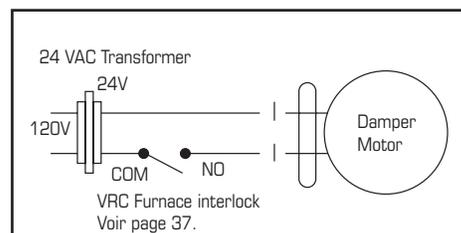

Figure 1
**Si le VRC est installé de telle sorte que le propriétaire peut désactiver le VRC au cours de l'hiver, nous vous recommandons d'installer un volet motorisé entre l'apport d'air du VRC et le retour d'air du conduit de la fournaise qui se ferme lorsque le VRC ne fonctionne pas. Voir le schéma de câblage (figure 1). Vous pouvez aussi choisir d'utiliser un VRC Fantech qui utilise un dégivrage de recirculation qui intègre un volet d'air extérieur.**